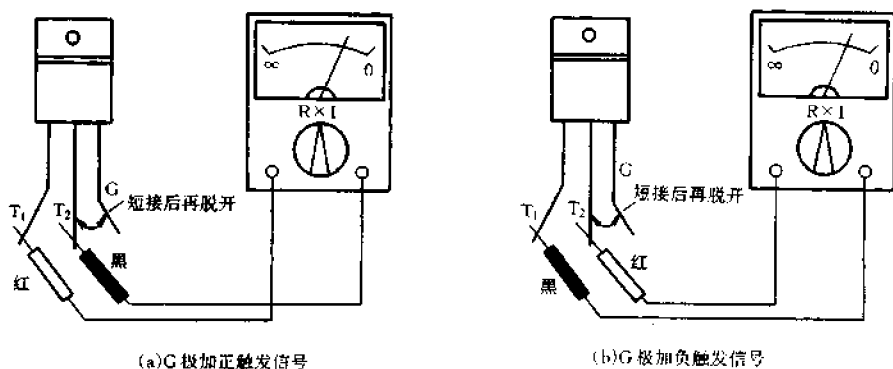

图 4-179 检测双向晶闸管的触发能力
① G 极加正触发信号。测试方法如图 4-179(a)所示。将万用表置于  $R \times 1$  挡,红表笔接  $T_1$  极,黑表笔接  $T_2$  极,然后使  $T_2$  极与 G 极短路(因  $T_2$  与 G 两引脚靠的较近,所以操作时可直接用黑表笔将二者短接),此时即给 G 加上了正极性触发信号,电阻值应为  $10\Omega$  左右,说明管子已经导通,导通方向为  $T_2 \rightarrow T_1$ 。接着将 G 极脱开,若电阻值仍保持不变,则说明被测双向晶闸管经触发之后,在  $T_2 \rightarrow T_1$  方向上能维持正常的导通状态。
② G 极加负触发信号。测试方法如图 4-179(b)所示。仍使用万用表  $R \times 1$  挡测量。先将黑表笔接  $T_1$  极,红表笔接  $T_2$  极,此时阻值为无穷大。然后,使  $T_2$  与 G 短路,给 G 加上负极性触发信号,此时万用表指针应向右大幅度摆动,指示阻值为  $10\Omega$  左右。说明被测双向晶闸